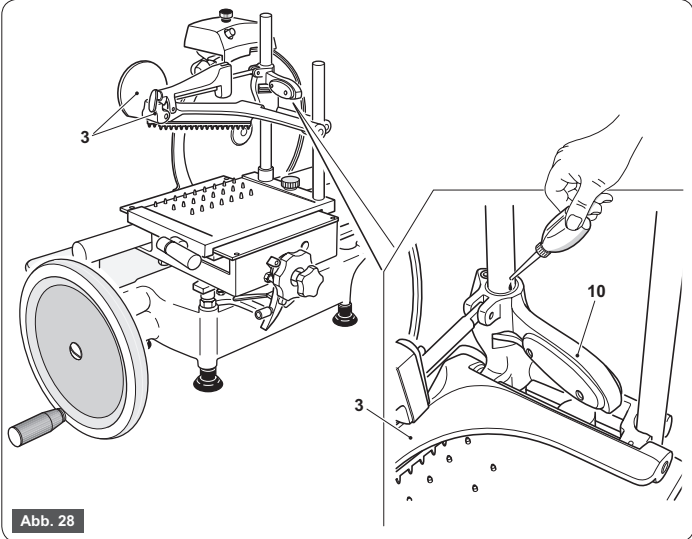

Abb. 28
- Den Sperrknopf (38) des Schleifapparates (17) lockern (Abb. 28).